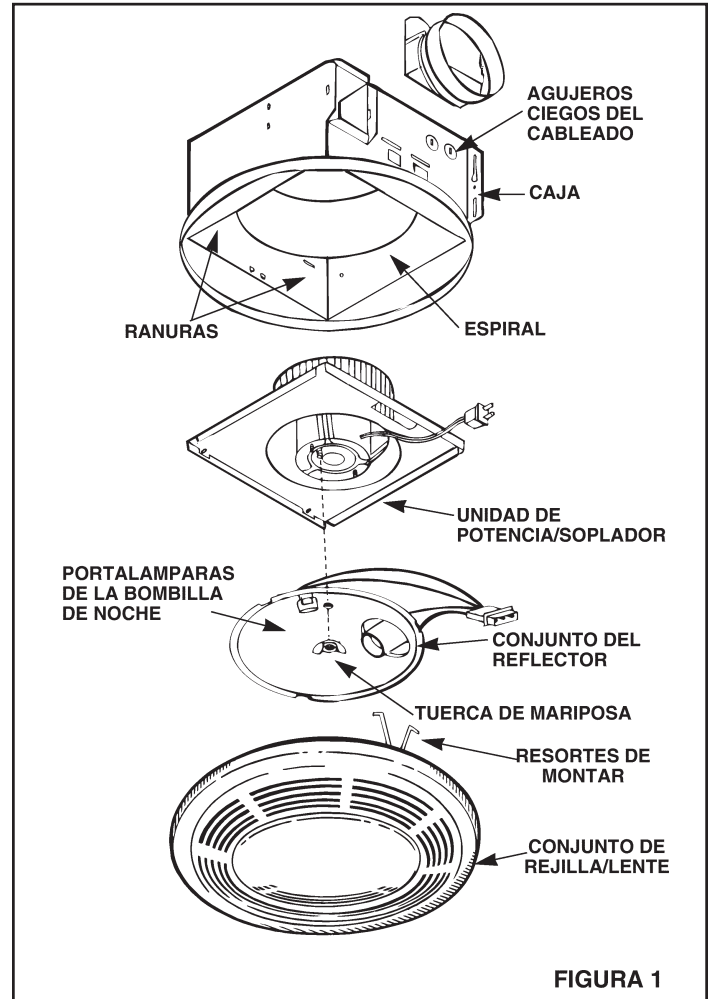

FIGURA 1
1. Refiérase a la Figura 1. Saque el conjunto de la unidad de potencia/soplador de la caja.
1. Refiérase a la **Figura 1**. Coloque la unidad de potencia/soplador en la caja para que las lengüetas de la placa de montaje se inserten en las ranuras de la caja.
4. Refiérase a la **Figura 1**. Saque la unidad de potencia/soplador de la caja.